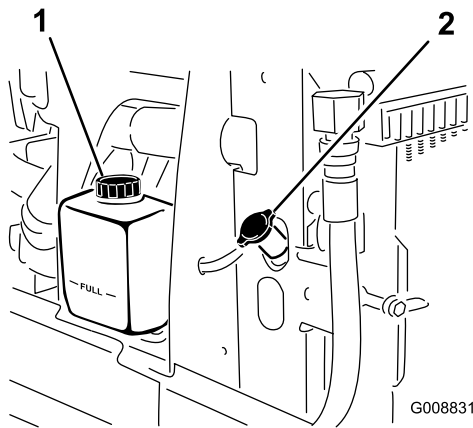

Figura 77
1. Retire cuidadosamente el tapón del radiador y el tapón del depósito de expansión (Figura 77).